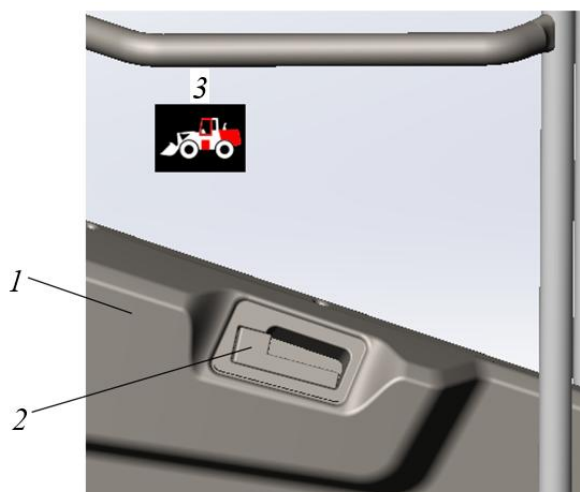

Рисунок 3.13. Выход из кабины оператора
- ▶ Открыть дверь кабины 1 при помощи рычага 2, см. рис. 3.13.